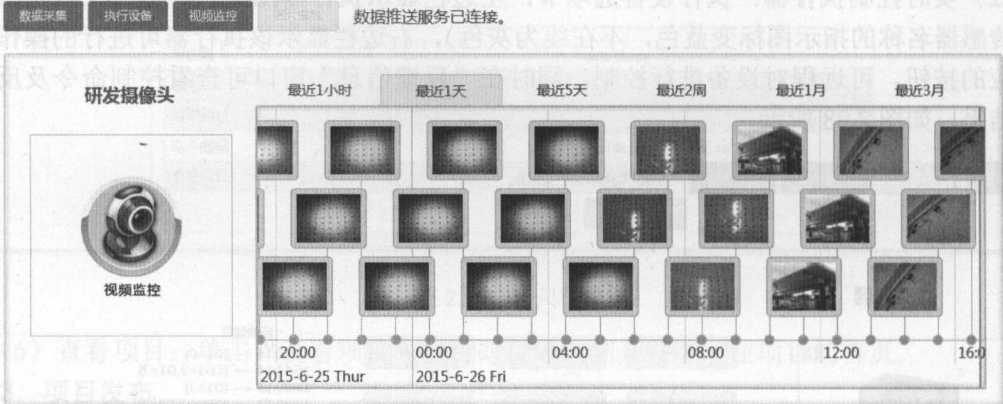

图 2.100 图片曲线
(4) 图片曲线：图片曲线选项卡，左边栏显示摄像头图片、名称，右边栏显示摄像头定时抓拍的图片（此功能需要在后台自动控制板块添加策略），如图 2.100 所示。